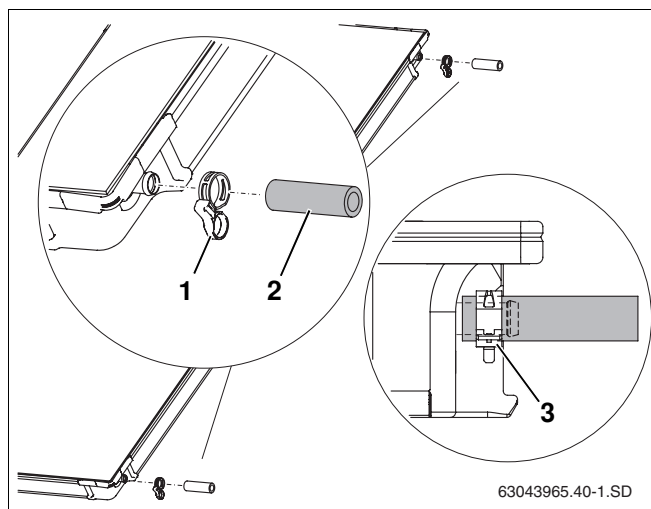

Fig. 42 Prémonter le kit de connexion sur le deuxième capteur
- ▶ Glissez les tubes solaires de 95 mm Fig. 42, **Pos. 2**) sur les raccords droits du deuxième capteur ainsi que de tous les capteurs suivants.
- ▶ Glissez les brides du compensateur Fig. 42, **Pos. 1**) sur le tube solaire (la deuxième bride assurera le raccordement du capteur suivant).
- ▶ Une fois la bride placée correctement, serrer l'anneau de sécurité pour fixer la connexion Fig. 42, **Pos. 3**).